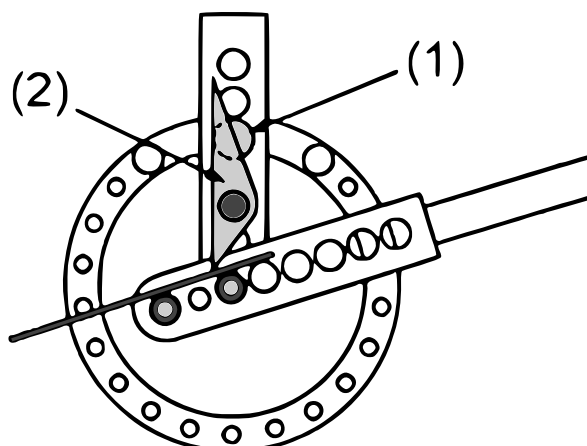

Figure 6 : Montage d'un pliage angulaire simple
1. Montez la goupille de maintien **(13)** et le bloc de pliage d'angle **(18)** sur le support de pliage **(4)** comme indiqué sur la fig. 6. Assurez-vous que la goupille de maintien est montée aussi près que possible du bloc de pliage angulaire.